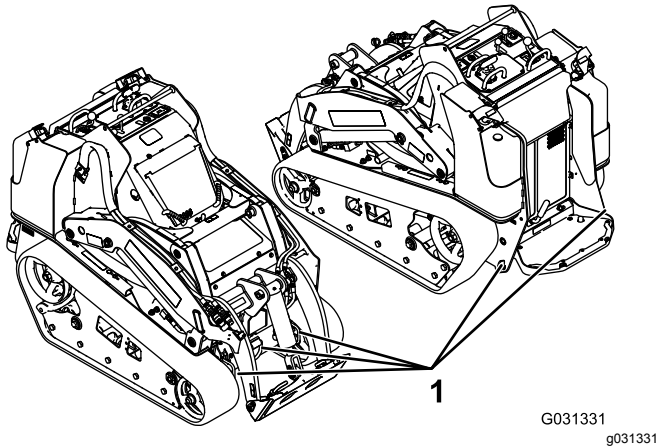

Figure 30
5. Placez toujours l'extrémité la plus lourde de la machine en haut de la rampe, la charge en bas, lorsque vous chargez la machine sur la remorque (Figure 30).
1. Abaissez la rampe pour que l'angle avec le sol ne dépasse pas 15 degrés (Figure 30).